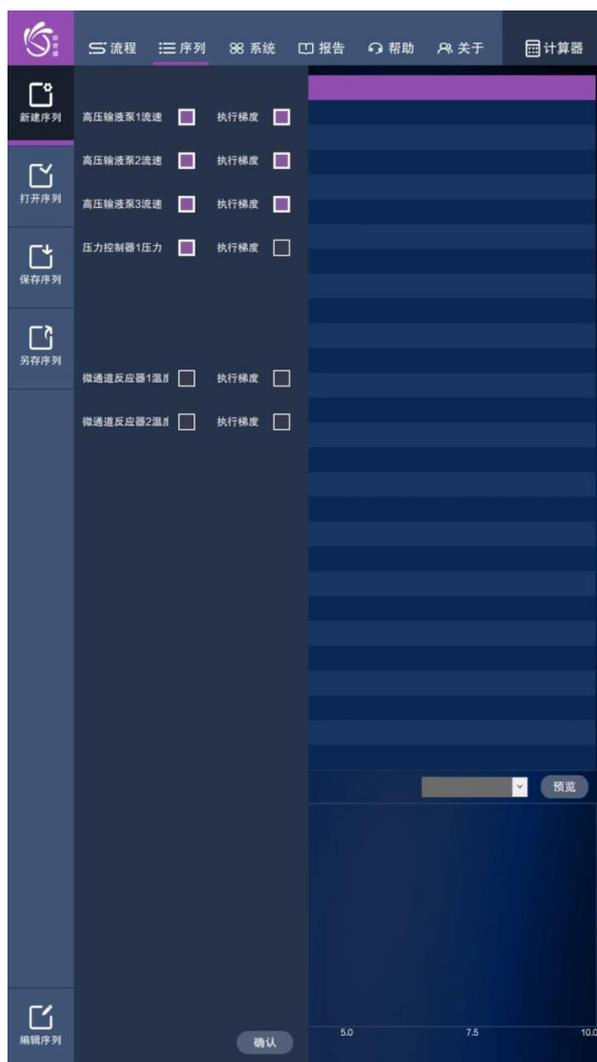

图5-7 新建序列界面
1. 如图 5-7 所示，可根据工艺路线，设置方法序列，即以时间为横轴，各模块参数值为纵轴，设置方法序列表，此功能适合与筛选工艺条件。